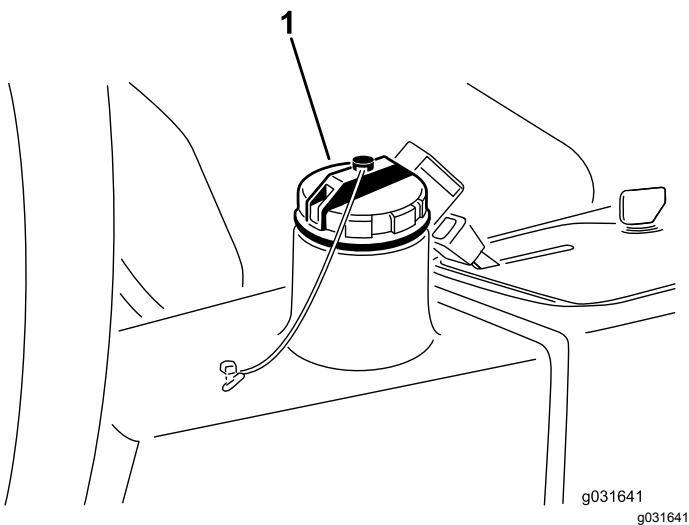

Figura 67
4. Llene el depósito (Figura 67) con aproximadamente 13,2 litros de aceite hidráulico; consulte Comprobación del sistema hidráulico (página 55).